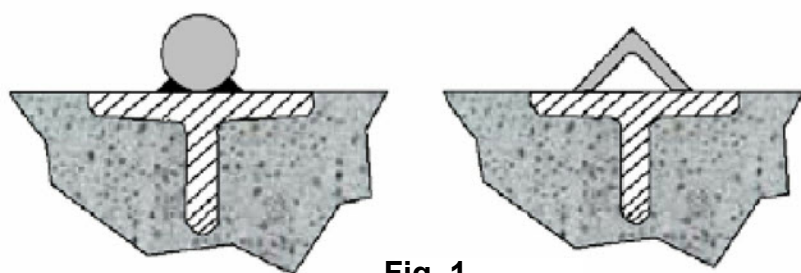
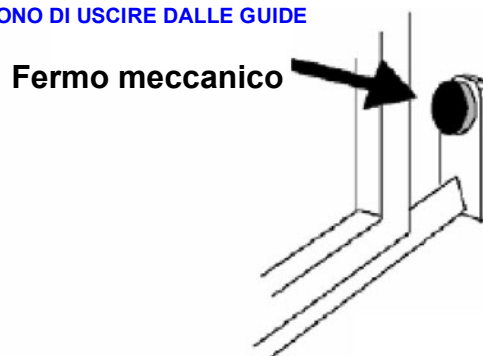
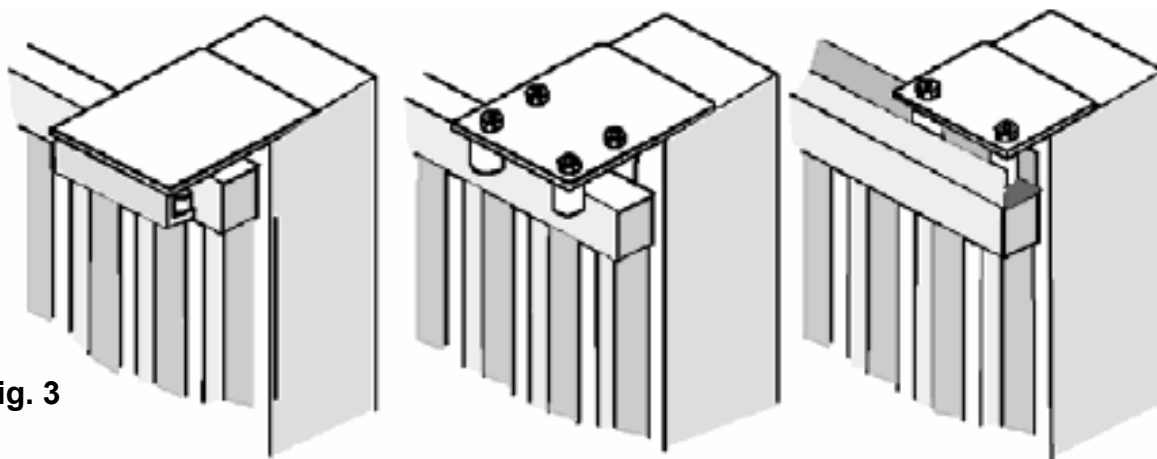

Fig. 1
Fig. 2
Fig. 3
- Prima di procedere al montaggio dell'automatismo, si verifichi che il cancello sia perfettamente funzionante. Inoltre, è opportuno verificare che la guida di scorrimento a terra (**V. Fig. 1**) non presenti malformazioni, che sia perfettamente a livello e che sia presente il fermo meccanico in apertura (**V. Fig. 2**) al fine di evitare che il cancello esca fuori dalle guide superiori (**V. Fig. 3**)
- Verificare la guida di scorrimento superiore (**V. Fig. 3**) che sia ben salda e il cancello vi scorra liberamente.
Posizionare la piastra in dotazione (**Fig. 1**) ad una distanza di **35 mm/MAX** dal bordo del cancello e perfettamente in squadra con un'angolo di 90°.
Posizionare il motoriduttore e fissarlo con le viti e rondelle in dotazione **1-2-3-4** (**Fig.2**).
Fissare la cremagliera sul cancello in modo saldo prevedendo una distanza da 2 a 3 mm dal pignone del motore (**Fig.3**).